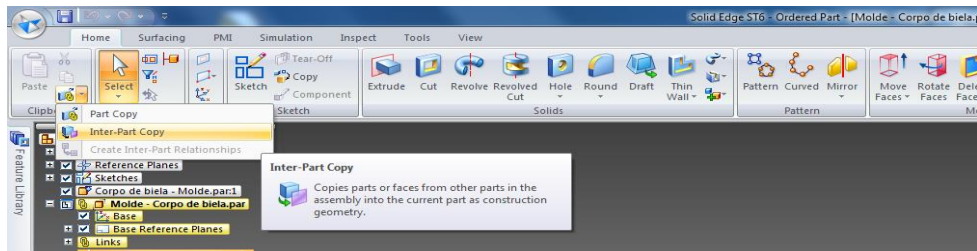

Figura 11.a)
11. Após a extrusão, no canto superior esquerdo, em "**Clipboard**", selecione "**Inter-Part Copy**" (Figura 11.a) e clique no corpo de biela, altere de "**Face**" para "**Body**" e clique novamente no corpo de biela (a cor da biela irá mudar), clique em "**Accept**" e "**Finish**" (Figura 11.b)).